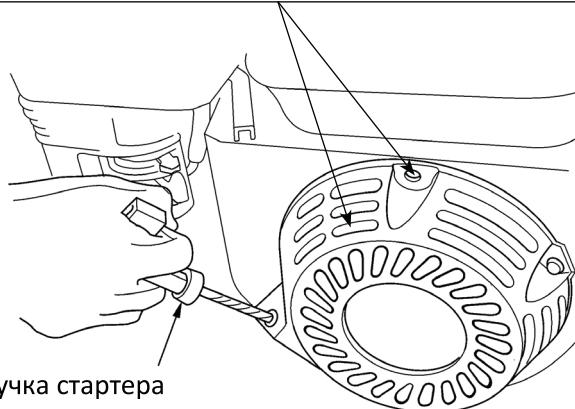

Рис.19
- Потяните за рукоятку стартера до тех пор, пока вы не почувствуете сопротивление. Продолжайте тянуть рукоятку стартера до тех пор, пока отметка на шкиве стартера не совпадет с отверстием на кожухе стартера (см.Рис.19). В этом положении впускной и выпускной клапан двигателя закрыты. Таким образом, вы предохраните двигатель от внутренней коррозии